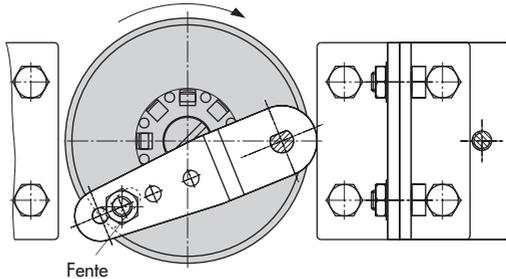

Fig. 8 · Montage sur servomoteurs rotatifs
1. Placer la rondelle de transmission (3) sur l'arbre fendu du servomoteur ou l'entretoise (5).
2. Placer le disque de transmission (4) avec le côté plat vers le servomoteur sur la rondelle de transmission (3). La rainure de cette dernière doit, lors de la fermeture de la vanne, coïncider avec le sens de rotation selon la fig. 8.
3. Fixer et bloquer le disque de transmission (4) avec la vis à tête plate (4.1) et la rondelle-cuvette (4.2) sur l'arbre du servomoteur.
4. Visser les deux équerres inférieures (10.1) sur le corps du servomoteur avec le pli vers l'intérieur ou l'extérieur selon la taille du servomoteur. Placer les équerres supérieures (10) en vérifiant l'entraxe de la fixation de positionneur et visser.
5. Monter la barrette de raccordement (6) ou le bloc manomètres (7) avec les manomètres (8) sur le positionneur et veiller à la présence des deux joints.
6. Dévisser le palpeur standard (2) sur le levier M (1) du positionneur. Utiliser le palpeur blanc du kit de montage et le visser dans le perçage pour qu'il soit en position "90°".
7. Placer et fixer le positionneur sur les équerres supérieures (10). Le levier (1) doit être engagé avec le palpeur dans la fente du disque de transmission (fig. 8), en tenant compte du sens de rotation du servomoteur. Dans tous les cas, le levier doit être dans l'axe du positionneur lorsque le servomoteur a parcouru la moitié de sa rotation.
8. Coller l'échelle (4.3) sur le disque de transmission (4). La pointe de la flèche doit indiquer la position de fermeture et être bien visible lorsque la vanne est installée.